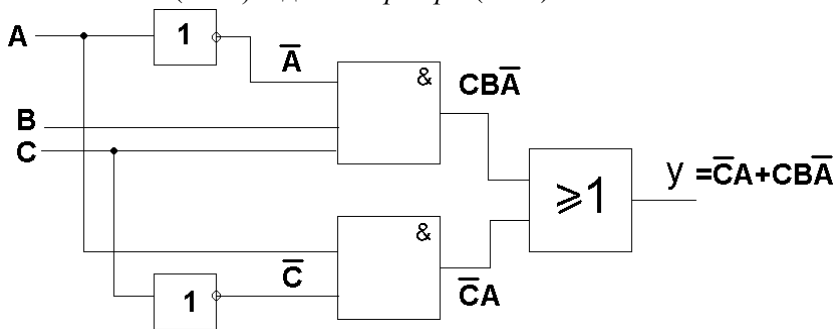

Рис. 53. Логическая схема, соответствующая табл. 1
Построим логическую схему для булева выражения, соответствующую табл. 1. На выходе логической схемы должен быть логический элемент *ИЛИ* (OR). Кроме этого, схема (рис. 53) содержит два элемента *И* (AND) и два инвертора (NOT).